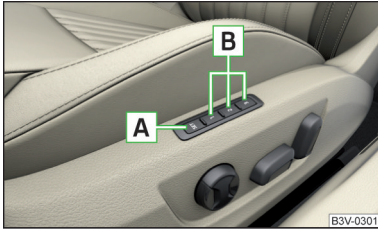

Abb. 71
Unter den Speichertasten **B** am Fahrersitz kann jeweils eine Einstellung der Fahrersitz- und Außenspiegelposition gespeichert werden » Abb. 71.
- Die Taste **SET** **A** » Abb. 71 drücken und anschließend innerhalb von 10 s die gewünschte Speichertaste **B** drücken. Das Speichern wird mit einem akustischen Signal bestätigt.
- Die Zündung einschalten und die gewünschte Speichertaste **B** » Abb. 71 drücken.